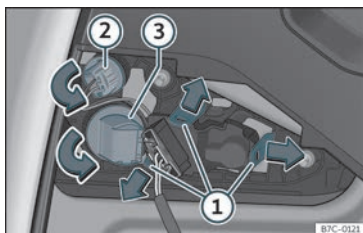

Fig. 51 Desmontar o portalámpadas.
- Desbloquee as lingüetas de fixación do portalámpadas >>> **fig. 51** ①, ou ben, xire o portalámpadas cara á esquerda ② e ③.